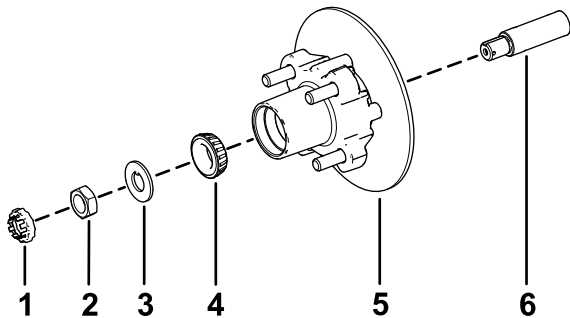

Bild 36
1. Fetten Sie die Spindel leicht mit der angegebenen Fettsorte ein (Bild 36).
2. Montieren Sie die Radnabe und den Drehzylinder an der Spindel mit dem Drehzylinder innen (Bild 36).
3. Montieren Sie das Außenlager an der Spindel und setzen das Lager auf den äußeren Lagerring (Bild 36).
4. Legen Sie die Nasenscheibe auf die Spindel (Bild 36).
5. Schrauben Sie die Spindelmutter auf die Spindel und ziehen Sie die Mutter auf ein Drehmoment von 15 N·m an, während Sie die Radnabe drehen um das Lager zu fixieren (Bild 36).
2. Fluchten Sie die Bremsbeläge mit jeder Seite des Drehzylinders (Bild 32) und die Löcher in der Bremsbackenhalterung mit den Löchern im Bremsenhalter des Spindelrahmens aus (Bild 36).